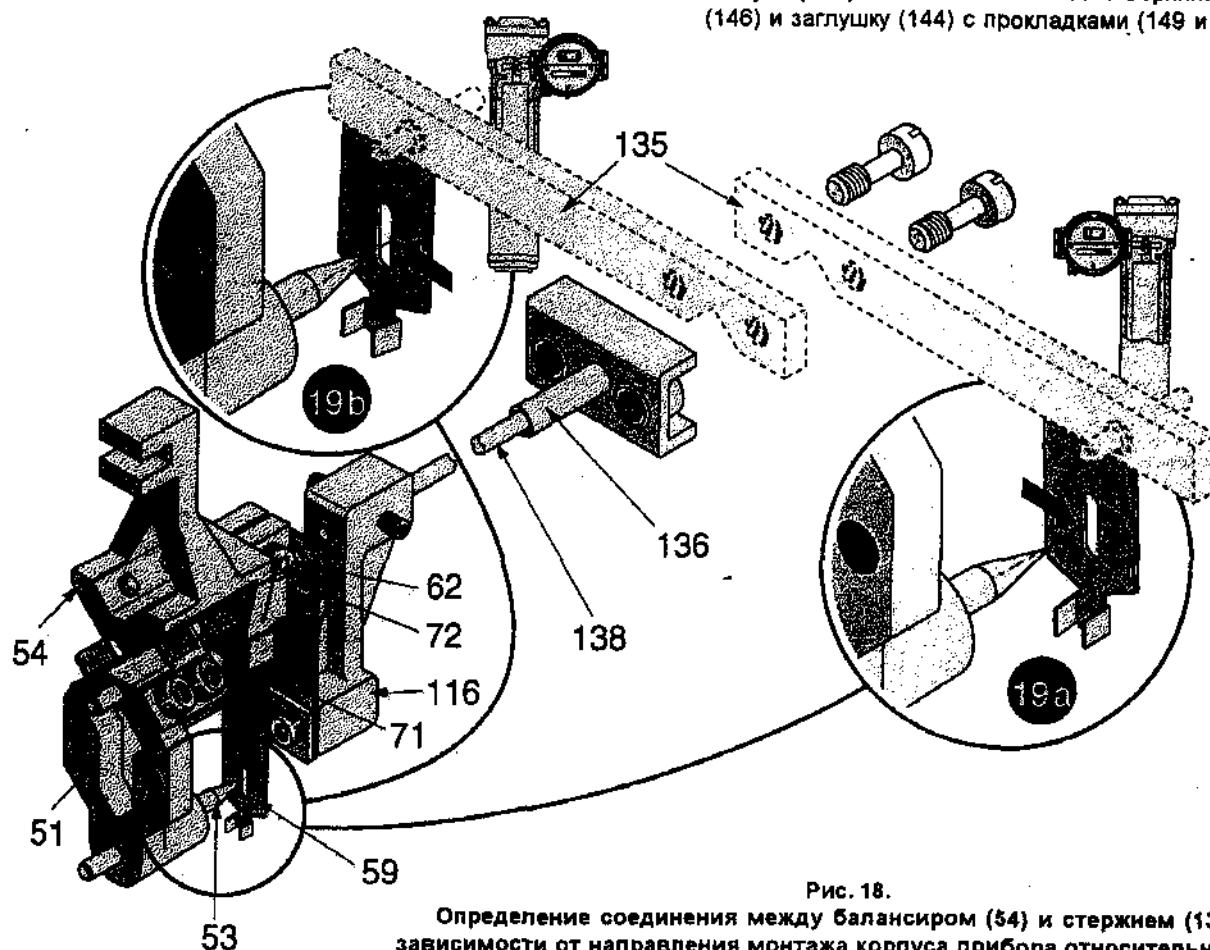

Рис. 18.
6.4 УСТАНОВКА КОРПУСА ПРИБОРА И УЗЛА ТОРСИОННОЙ ТРУБКИ (СМ. РИС. 18)
• В случае левого монтажа – см. рис. 18а.
• В случае правого монтажа – см. рис. 18б.